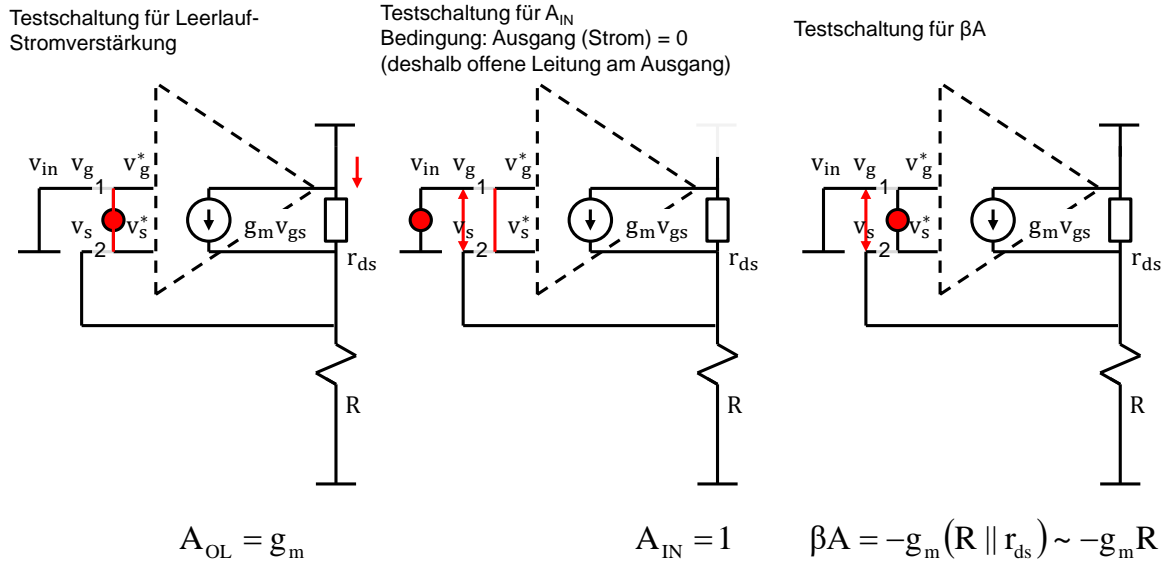
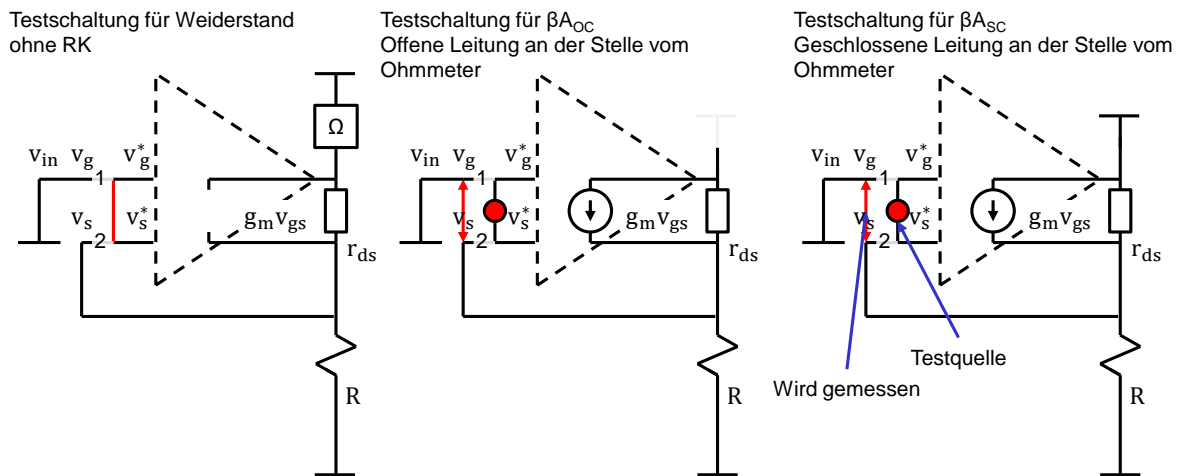

Abbildung 16: Testschaltungen für die Berechnung von Stromverstärkung mit Formel von Mason
Abbildung 17: Testschaltungen für die Berechnung vom Ausgangswiderstand mit Formel von Blackman
Abbildung 16 zeigt die Testschaltungen für die Berechnung von A_{IN} , A_{OL} und βA , die wir in der Formel von Mason verwenden. Abbildung 17 zeigt die Testschaltungen für die Berechnung von R_{OUT0} , βA_{OC} und βA_{SC} die wir für in der Formel von Blackman verwenden.
Wir gehen bei der Berechnungen auf ähnliche Weise vor, wie wir in Vorlesung 5 den invertierenden Verstärker analysiert haben. Es gibt einige kleine Unterschiede. Die Ausgangsgröße ist beim U-I Wandler Strom. Deshalb darf der Ausgangspunkt (Transistor-Drain) im AC Modell *nicht* „offen sein“ (muss an etwas angeschlossen sein) wenn A_{OL} und βA gerechnet werden. Der Drain ist in entsprechenden Testschaltungen auf 0 V gesetzt (an Masse angeschlossen). Bei der Berechnung von A_{IN} muss die Ausgangsgröße (Strom oder Spannung) auf „null“ (A oder V) gelegt werden (muss erzwungen sein, dass $x_{out} = 0$ A/V). Im Fall vom invertierenden Verstärker haben wir den Ausgang auf 0 V gelegt. Im Fall vom U-I Wandler müssen wir die den Ausgang „öffnen“ (die Leitung zwischen dem Drain und der Masse trennen), da in dem Fall $i_{out} = 0$ ist. Das sieht man in Abbildung 16.
Beachten wir, dass die Schleifenverstärkung mit offenem Ausgang gleich null ist: $\beta A_{oc} = 0$ (Abbildung 17, Mitte). Das ist die Folge der offenen Leitung am Ausgang, wo wir den Widerstand berechnen. (Das virtuelle Ohmmeter ist durch eine offene Leitung ersetzt.) Der Strom durch den Widerstand R ist deshalb 0. Daraus folgt $v_s = 0$, $v_{gs} = 0$ und $\beta A_{oc} = v_{gs} / v_{test} = 0$.
Wenn wir die Verstärkungen von Abbildung 16 und Abbildung 17 in die Formeln (1) und (2) einsetzen, bekommen wir die Formel für die Stromverstärkung des U-I Wandlers: